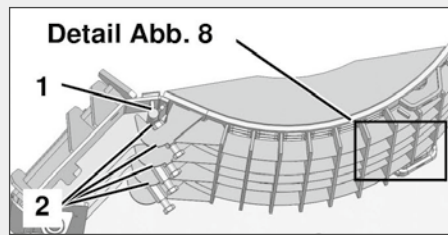

Abb. 7: Wechselkorb mit der Wölbung nach unten
- Sicherstellen, dass die vier Sechskantschrauben an den Haken (Abb. 7/2) des Heckkorbwechselgitters mittig an der Anschweißachse (Abb. 7/1) der Heckkorbwechselgitteraufnahme fest anliegen.